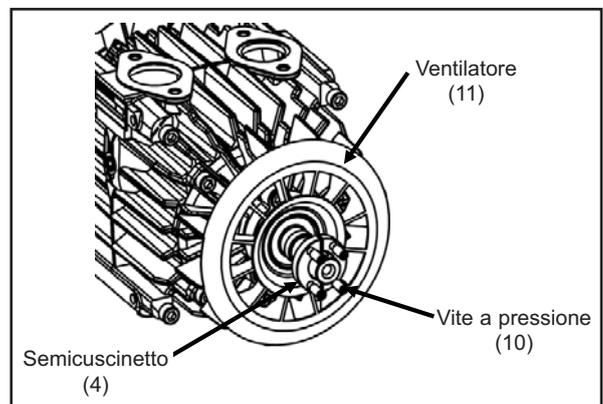

Figura 12
3. Svitare le quattro viti a pressione M8 (10) che tengono il semicuscinetto e rimuovete il semicuscinetto (4) ; vedi figura 12.